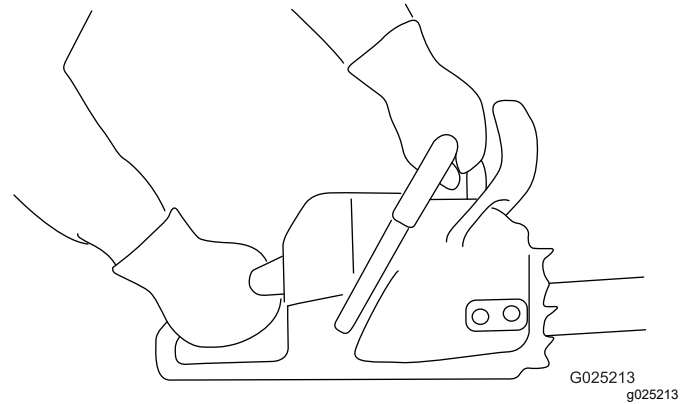

Figura 12
1. Agarre la motosierra con las dos manos, con la mano izquierda en la empuñadura delantera y la mano derecha en la empuñadura trasera, como se muestra en Figura 12.
- Sujete la motosierra como se muestra en la Figura 12.
1. Sujete la motosierra como se muestra en la Figura 12.